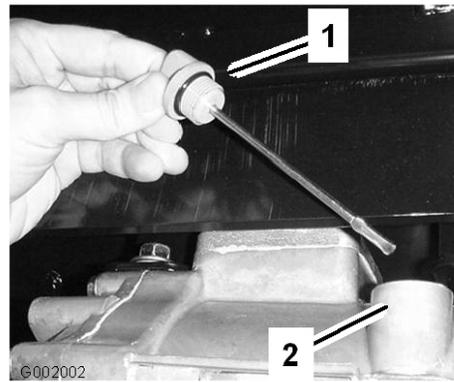

Figura 62
- Retire a vareta da transmissão e limpe-a com um pano limpo (Figura 62).